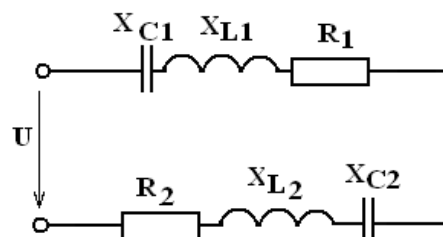

Рис.8.21
2. Напряжение на зажимах цепи, вариант которой соответствует последней цифре учебного шифра студента и изображенной на рис. 8.21, изменяется по закону  $u = U_m \sin \omega t$ . Амплитудное значение напряжения  $U_m$ , значения активных сопротивлений  $R_1$  и  $R_2$ , индуктивностей катушек  $L_1$  и  $L_2$ , емкостей конденсаторов  $C_1$  и  $C_2$  приведены в табл. 8.3. Частота питающего напряжения  $f = 50 \text{ Гц}$ .